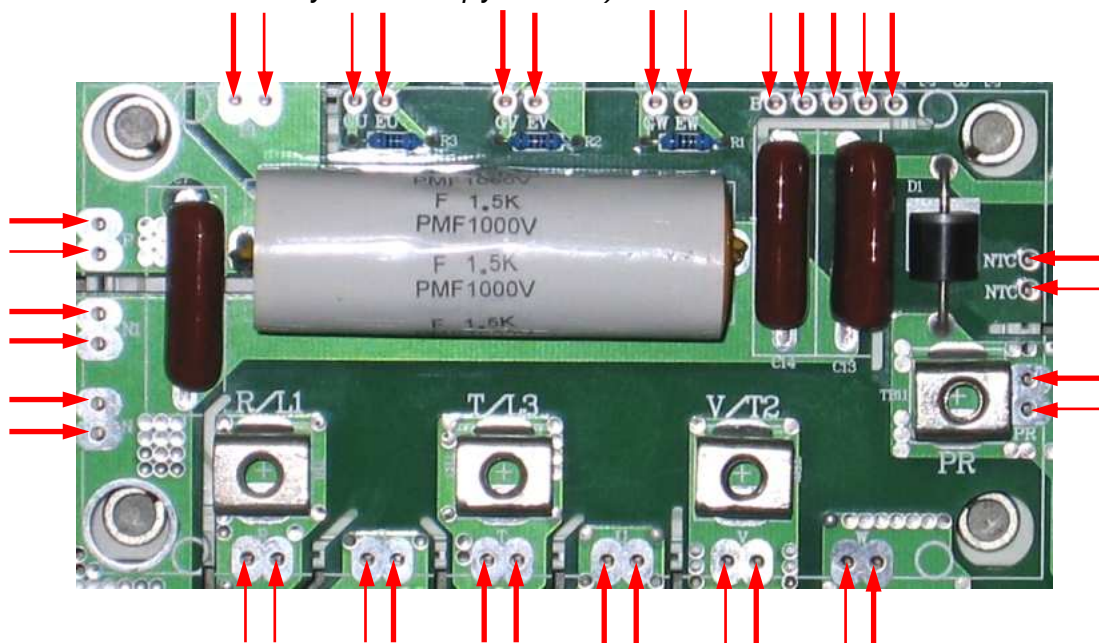

Рис.7.9
7.4.7. Паять 35 контактов матрицы IGBT (рис. 7.9) Места паяк обозначены красными стрелками.